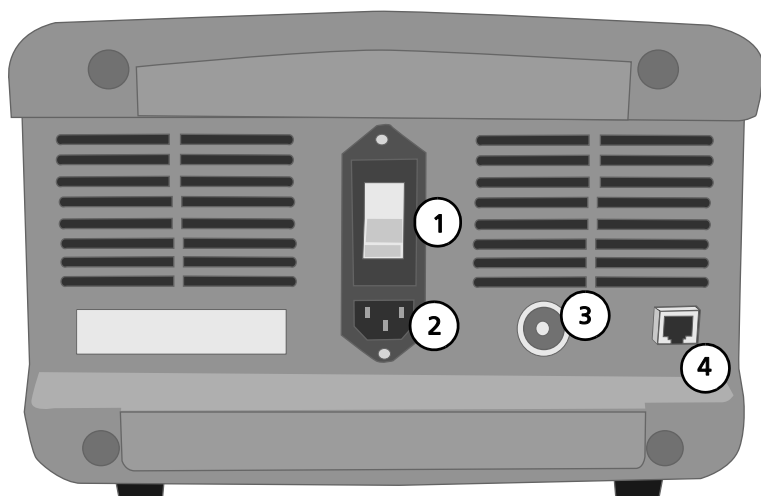

Figure 6.2. Chargeur de batterie (vu de dos)
2. Désarmer le disjoncteur. Voir la figure 6.2, « Chargeur de batterie (vu de dos) », à la page 30.